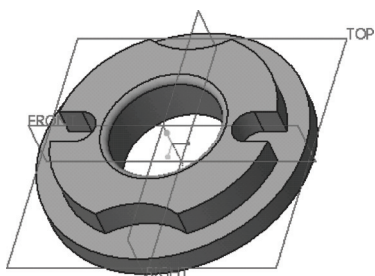

图 8-33 原始实体模型
1) 在“快速访问”工具栏中单击“打开”按钮，选择本书配套光盘的“CH8”文件夹中的素材实体模型文件“bc_8_xgjs.prt”打开。该文件中已存在的原始实体模型如图 8-33 所示。